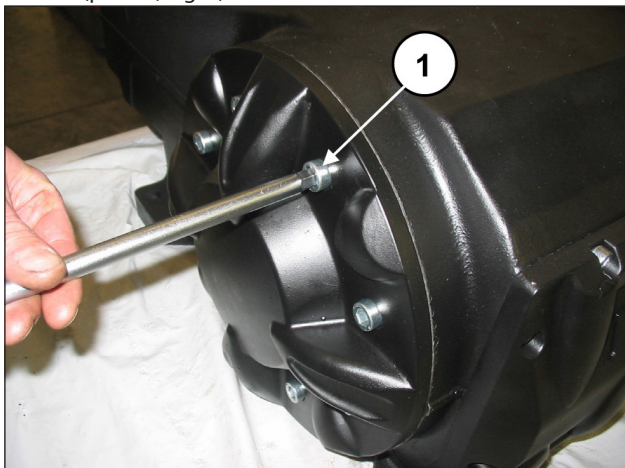

Fig. 4
No lado oposto, solte os parafusos de fixação da tampa do mancral (pos. ①, Fig. 4) e remova-o.